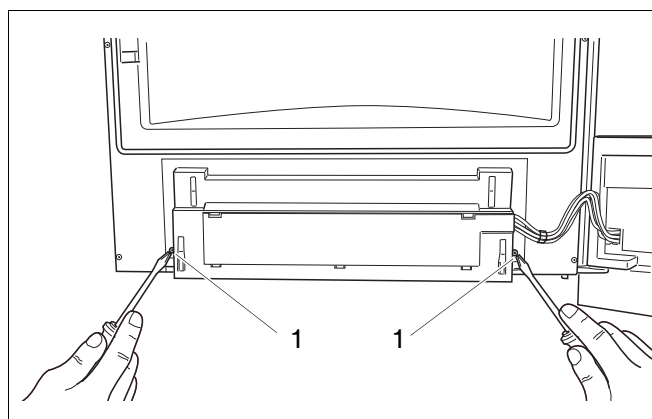

Fig. 98 Allentare le viti
- Allentare 2 viti del pannello di servizio sul retro del portello della caldaia (fig. 98, pos. 1).